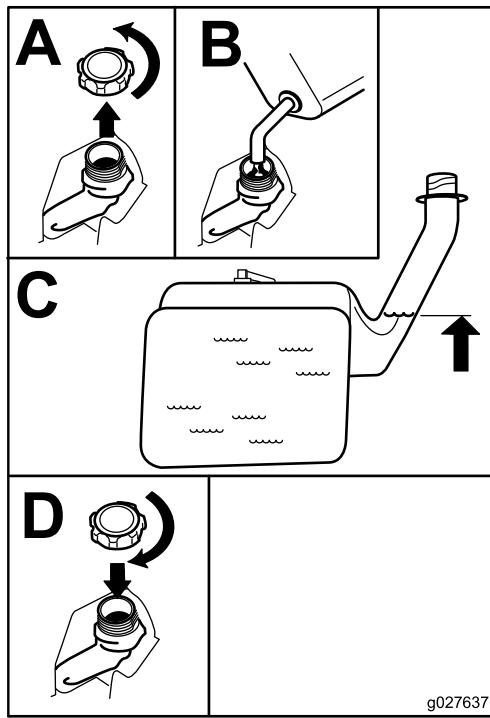

Figura 8
2. Aggiungete **lentamente** normale benzina senza piombo fino a che il carburante raggiunge la base del bocchettone di riempimento Figura 8.